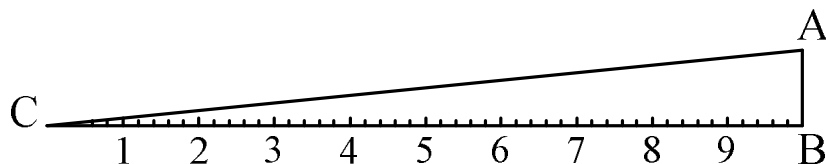

Рис. 2.
1. Виміряйте внутрішній діаметр трубки d . Для цього виріжте з цупкого паперу трикутник з висотою $AB = 1$ см і основою $CB = 10$ см. (рис.2). При зображенні на папері трикутника поставте на ньому поділки через 1 або 2 мм. При акуратному виготовленні трикутника похибка визначення діаметра не буде перевищувати 0,1-0,2 мм. Для визначення діаметра в отвір трубки (зверху) введіть трикутник гострим кутом C так, щоб сторони трикутника CA і CB доторкнулись до країв трубки. Визначте, на яку відстань трикутник опустився в трубку. Наприклад, краї трубки знаходяться навпроти поділки 2,2 см; це означає, що діаметр трубки дорівнює 2,2 мм.